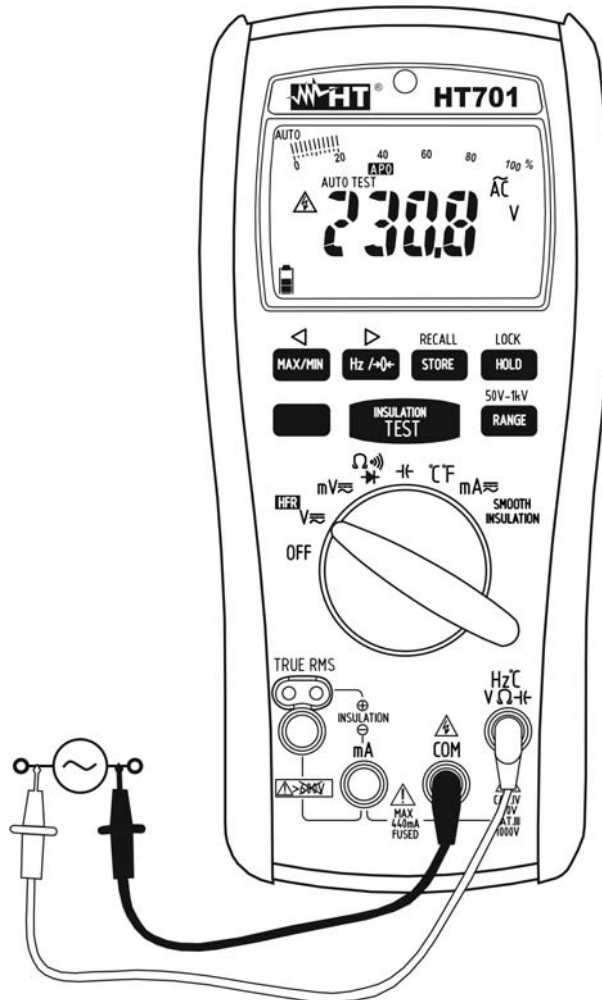

Fig. 3: Uso dello strumento per misura di Tensione AC
4. Inserire il cavo rosso nel terminale di ingresso **Hz°CVΩHz** e il cavo nero nel terminale di ingresso **COM** (vedere Fig. 3)